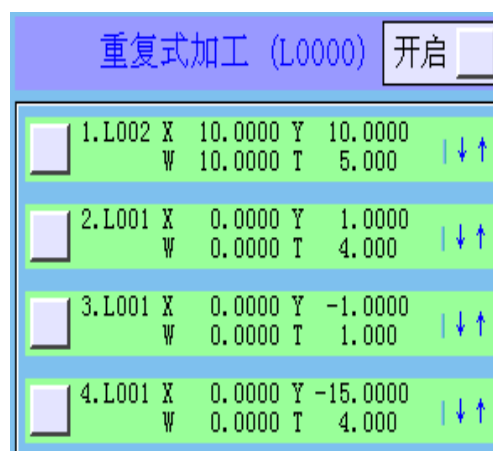

图 3.20 重复式加工
- 【重复式加工 (L****)】程式循环加工设定，W* 第五旋转轴 (图 3.20)；